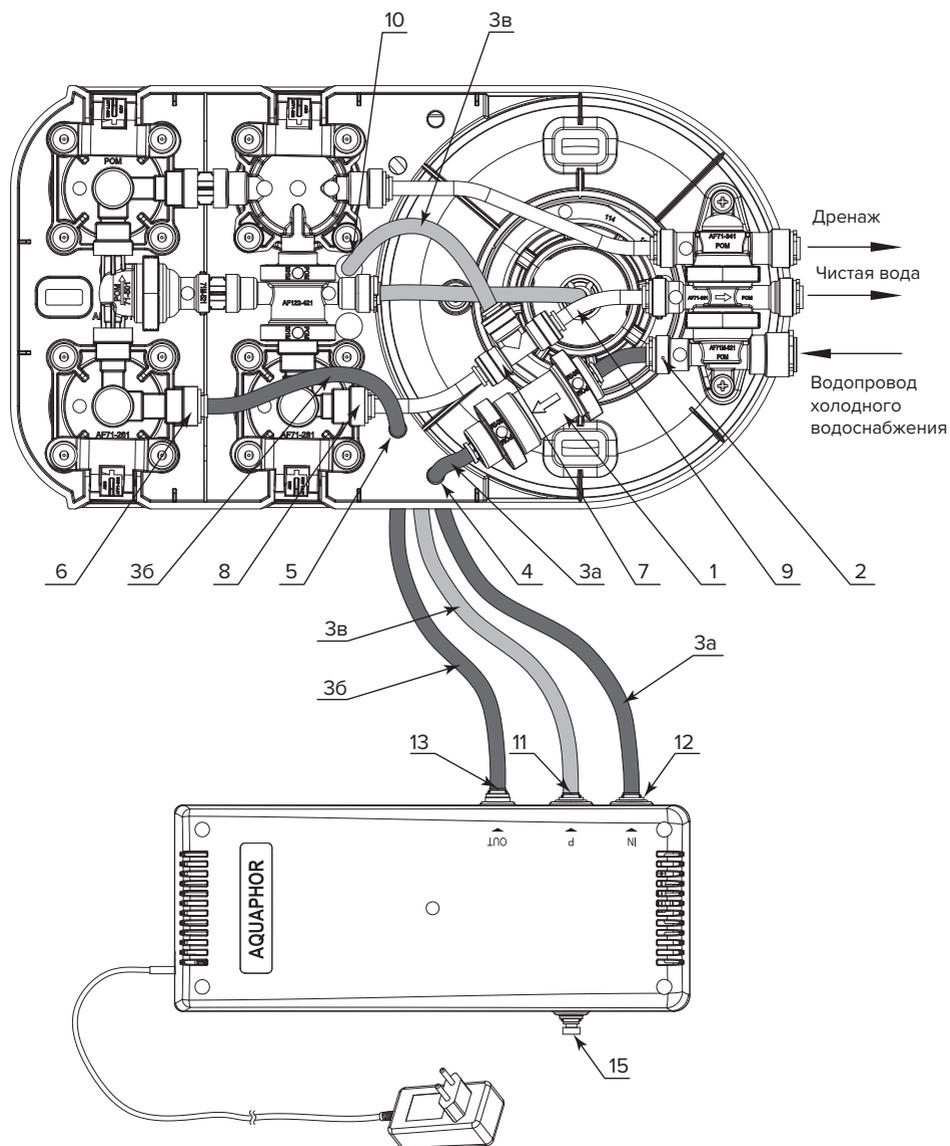

Рисунок 5. Схема подключения КПД к автоматам питьевой воды Аквафор Морсион DWM-101S и DWM-101
ПОДКЛЮЧЕНИЕ КПД К АВТОМАТУ ПИТЬЕВОЙ ВОДЫ АКВАФОР МОРИОН DWM-101S И DWM-101 (рис. 5)
- Установите в выходной штуцер реле высокого давления заглушку (15) (входит в комплект поставки КПД).
- Отсоедините трубку, входящую в комплект DWM, от штуцеров (2) и (6).
- Отсоедините трубку (9) от штуцера (8).
- Подключите собранный редуктор с трубкой (1), входящий в комплектацию КПД, к штуцеру (2). Убедитесь, что направление стрелки на корпусе редуктора соответствует показанному на рис. 5. После чего проденьте трубку (in) (3а) в технологическое отверстие (4) в консоли, подсоедините ее одним концом к свободному выходу редуктора (1), другим концом – к входному штуцеру (12) КПД.
- Трубку (out) (3б) проденьте в технологическое отверстие (5) в консоли затем, подсоедините ее одним концом к штуцеру (6) другим концом – к штуцеру (13) КПД.
- Подключите собранный тройник с трубкой (7), входящий в комплектацию КПД, к штуцеру (8). После чего трубку (9), входящую в схему DWM, подключите к тройнику (7), как показано на рис. 5. Один конец трубки (3в) (входит в комплектацию КПД), предварительно продев его в технологическое отверстие (10) в консоли, подключите к свободному выходу тройника (7). Второй конец трубки подключите к штуцеру (11).
- Закройте крышку DWM. Проверьте, установку заглушки (15) в одиночный штуцер КПД (рис. 5). Заглушка должна быть вставлена в штуцер до упора и зафиксирована клипсой (рис. 2а).